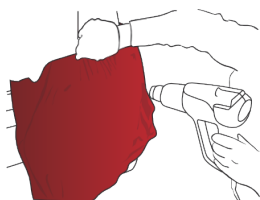

Figure 16
- › Après cette opération, chauffer entre 40 °C et 50 °C (FIG. 16) et travailler la mémoire du film.